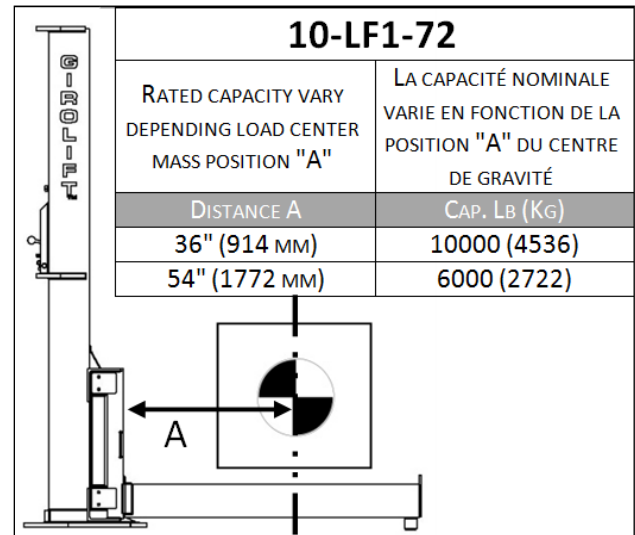

FIGURE 15 : RATED CAPACITY VARIES WITH CENTER OF GRAVITY LOCATION ON FORKS.
5. LOWER THE VEHICLE ON THE LIFTING FORKS SO THAT IT IS AS CLOSE AS POSSIBLE TO THE FORK HOLDER WHILE THE VEHICLE CENTER OF GRAVITY IS POSITIONED TOWARDS THE COLUMN. SEE **FIGURE 15**.
4. LOWER THE VEHICLE ON THE LIFTING FORKS SO THAT IT IS AS CLOSE AS POSSIBLE TO THE FORK HOLDER WHILE THE VEHICLE CENTER OF GRAVITY IS POSITIONED TOWARDS THE COLUMN. SEE **FIGURE 15**.